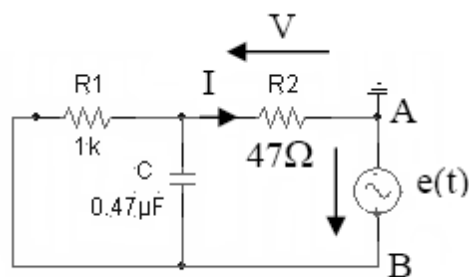

Figure .2.
- 1-Remplacer la source d'entrée  $e(t)$  par un court-circuit. Brancher le GBF (Générateur Basse Fréquence) entre A et B, selon le montage donné par la figure .2 .